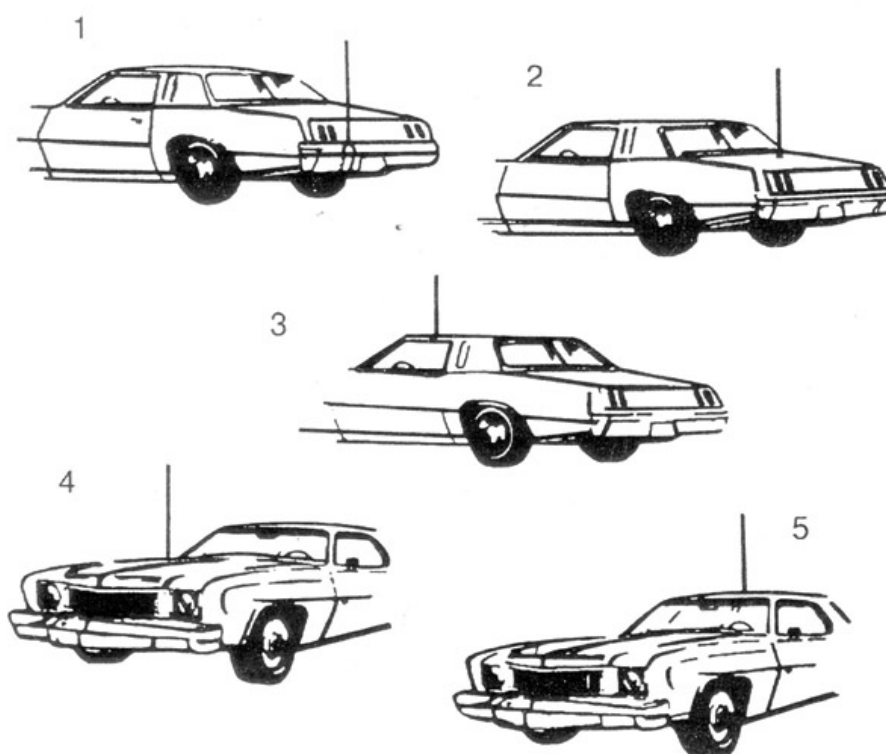

Рис. 4. Типичные места установки автомобильных антенн
На рис. 4 показаны пять типичных мест установки автомобильной антенны: (1) задний бампер, (2) задняя крышка багажника, (3) отбортовка для стока воды, (4) капот, (5) крыша.